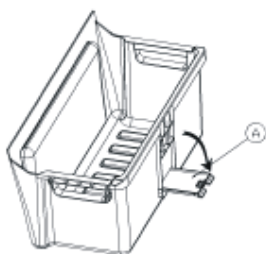

Figure -1-
- 1- Retirez le bac du bas du congélateur et ouvrez le couvercle du système de vidange (A) situé à l'arrière du bac (figure-1).